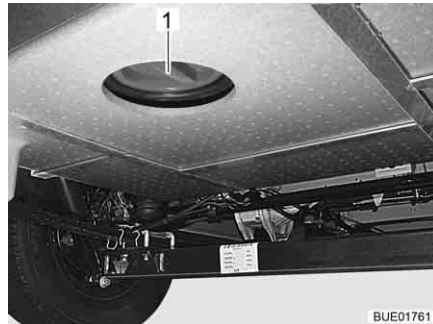

Fig. 230 Apertura per la pulizia sul serbatoio delle acque grigie
- A questo scopo aprire l'apertura per la pulizia (Fig. 230,1) per il serbatoio delle acque grigie e il rubinetto di scarico.